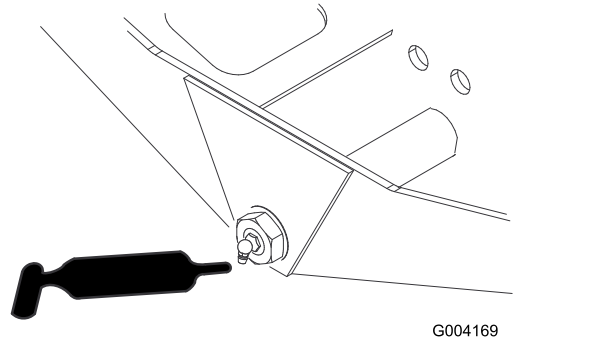

Figure 67
- Pivot de direction d'essieu (1) (Figure 67)